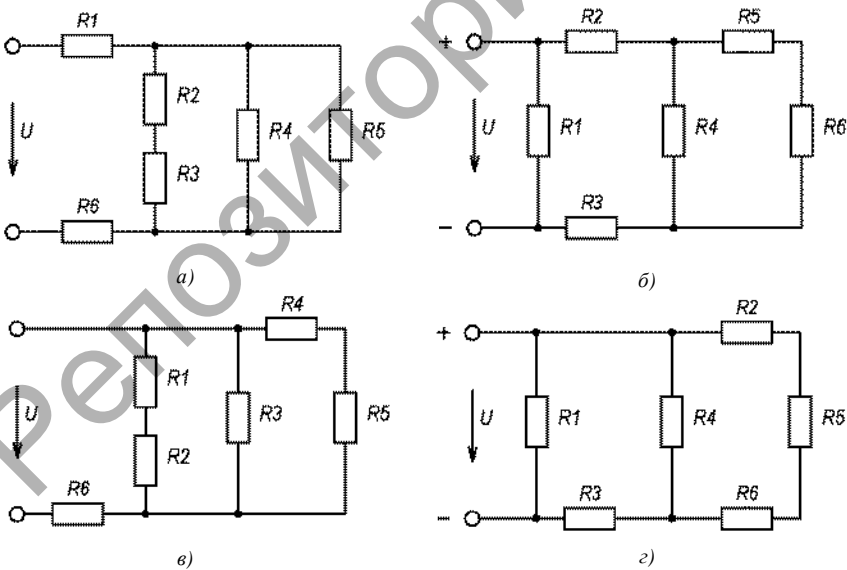

Рисунок 1.19
**Задача 1.9.** Для цепи постоянного тока (рис. 1.19) определить её эквивалентное сопротивление, вычислить значения токов и напряжений для источника и всех резисторов, используя данные таблицы 1.9.